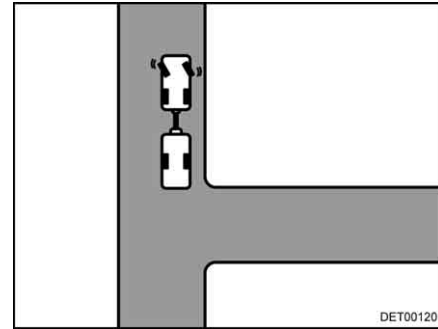

Fig. 18 Sterzare verso sinistra
- A rimorchio fermo sterzare verso sinistra (Fig. 18).